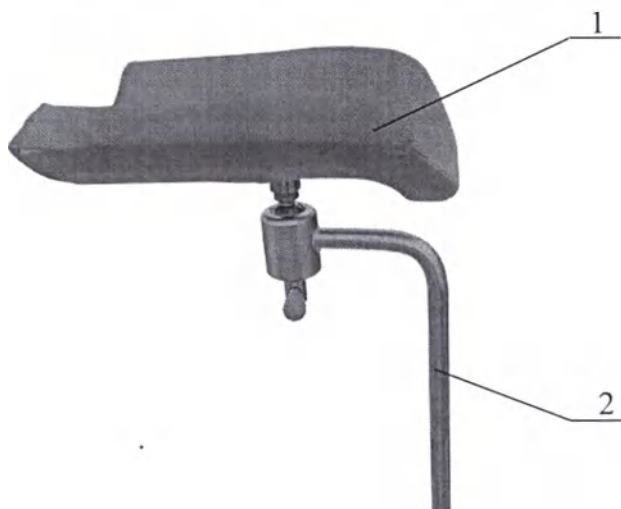

Рисунок 9. Чехол для держателя ноги по Гепелю.
9. Чехол для держателя ноги по Гепелю (Рисунок 9). Надевается на подушку держателя. Цвет материала чехла может быть выбран любой из цветовой карты предприятия.